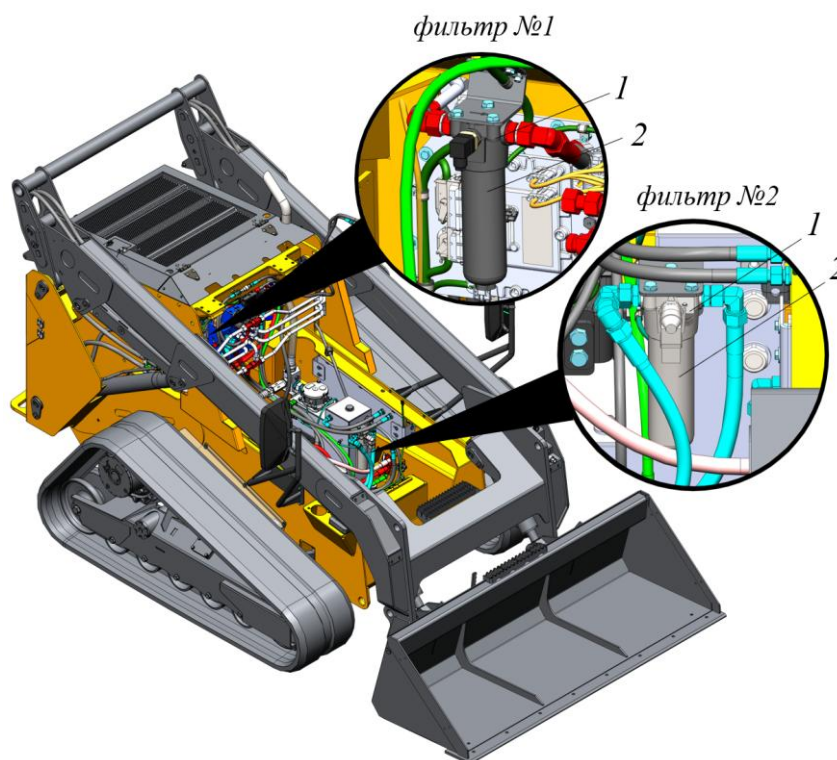

Рисунок 5.58. Процедура замены фильтрующих элементов в напорной линии
- ▶ Снять (открутить) стакан фильтра 2 от корпуса фильтра 1, рис. 5.58.